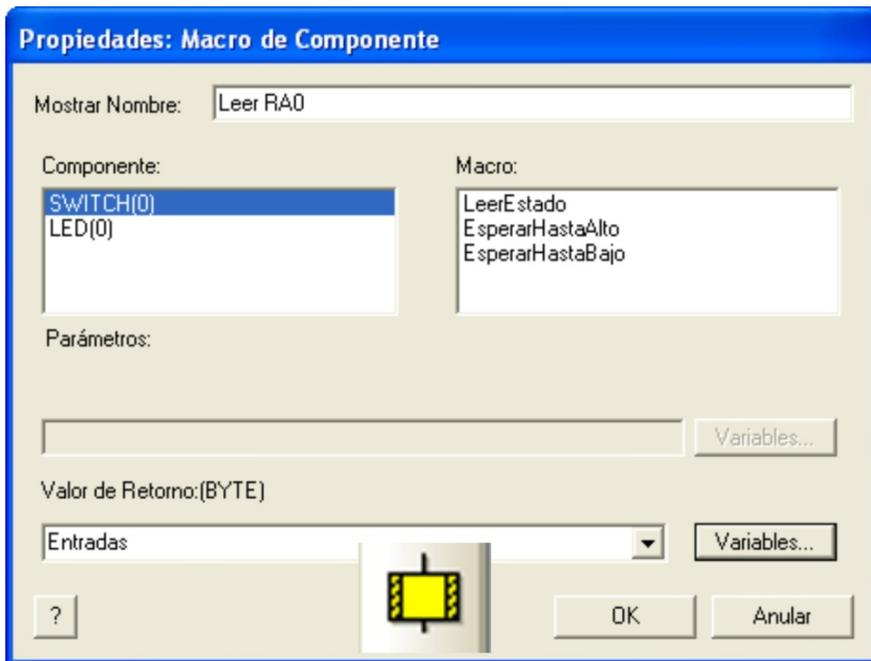

Figura AN12-20. Herramienta de Macro de Componentes
Cuando empleamos la herramienta "Macro de Componentes" y hacemos doble clic sobre ella, aparece una ventana de propiedades como la mostrada en la figura AN12-20. En ella disponemos de un listado con todos los componentes que hubiera en ese momento en el panel de montaje y accedemos a todas las funciones asociadas a los mismos. En la figura, vemos que hay dos componentes: un interruptor SWITCH(0) y un led LED(0). Al seleccionar por ejemplo, el SWITCH(0), a la derecha, en la ventana "Macro", aparecen las funciones a él asociadas. Hay tres: